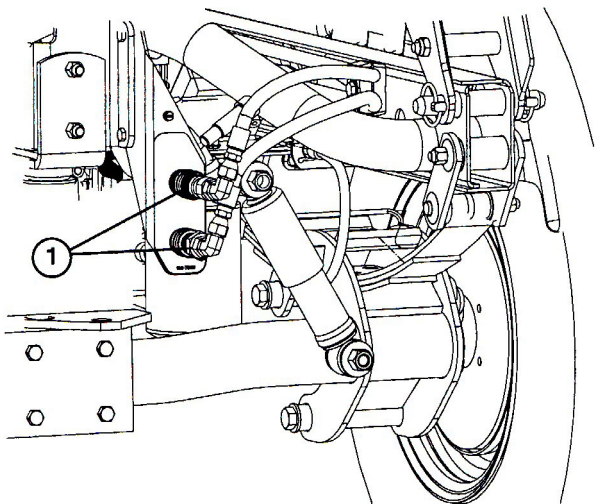

図 71
- 2 台のワークマンのクイック・カップラ・ホースを、カップラ・ブラケットのホースから外す（図 71）。